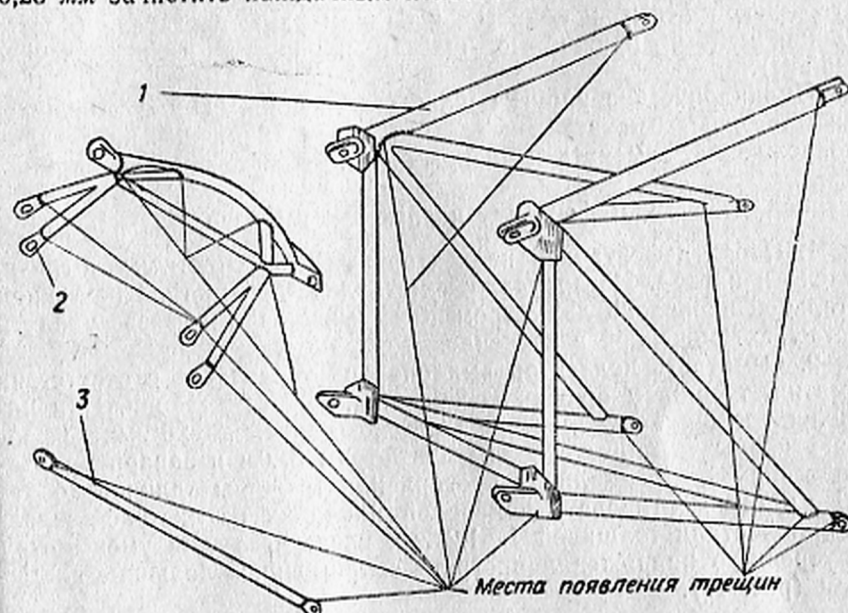

Рис. 46. Места возможных появления трещин:
4. Осмотреть подкосы мотогондолы, стержневую ферму рамы двигателя и их сварные узлы (рис. 46).